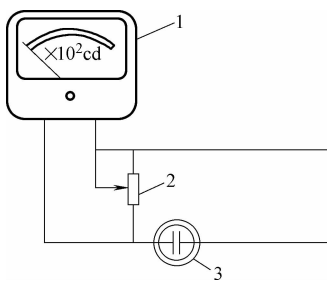

图 5-30 发光强度检测原理
(1) 发光强度的检测原理 如图 5-30 所示,将光电池与光度计用导线连接起来,在规定的距离使前照灯灯光照射光电池后,光电池产生对应于前照灯发光强度大小的电流使光度计指针偏转,从而检测出前照灯的发光强度。